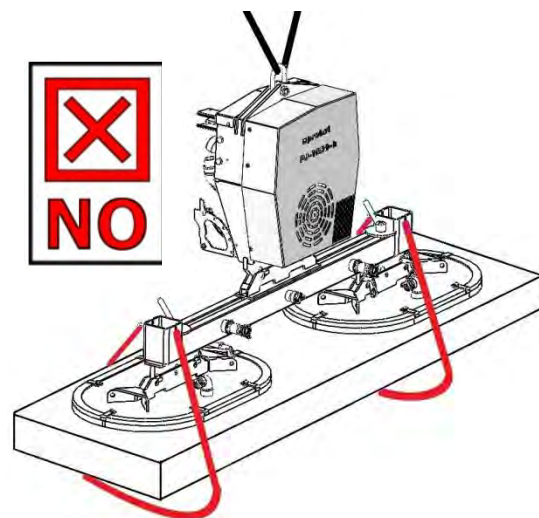

Fig. 2
- **La catena di sicurezza non deve MAI penzolare liberamente sotto il carico, altrimenti il carico può cadere in caso di mancanza di vuoto/perdita (ad es. a causa di mancanza di corrente) (Fig. 2). Pericolo mortale!**